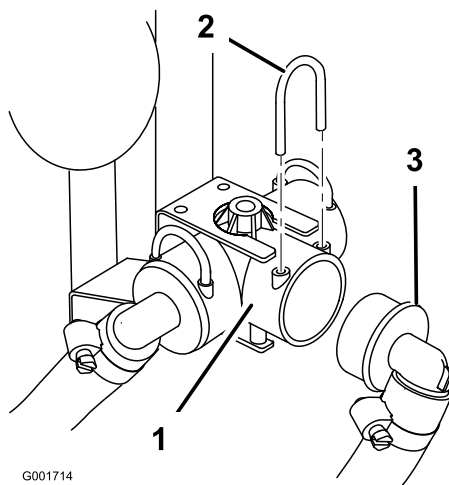

Bild 7
1. Entfernen Sie die Befestigungsgabel vom Ventil an der rechten Seite des Behälters, um den Zufuhrschlauch des Auslegers vom Zufuhr-T-Anschluss abzuschließen (Bild 7).